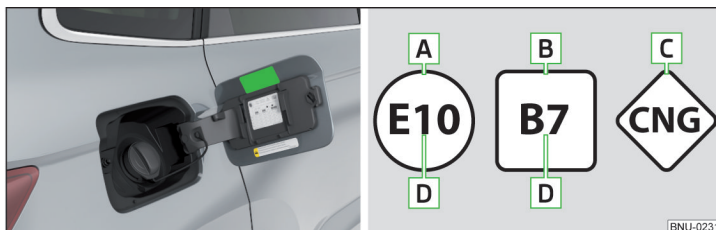

Fig. 301 Etiqueta con combustible prescrito / designación gráfica de los tipos de combustible
En el lado interior de la tapa del depósito de combustible se indica el combustible prescrito para su vehículo » fig. 301.
**Nombre gráfico de los tipos de combustible » fig. 301**
En el lado interior de la tapa del depósito de combustible se indica el combustible prescrito para el vehículo » fig. 301 de la pág. 275. ▶
En el lado interior de la tapa del depósito de combustible se indica el combustible prescrito para el vehículo » **fig. 301 de la pág. 275.**